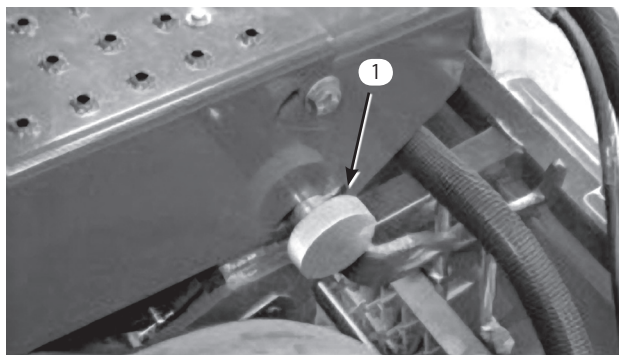

図5
3. ハンドルアームの固定ノブ (図5) を止めているピンを抜き、ノブを取り外す。